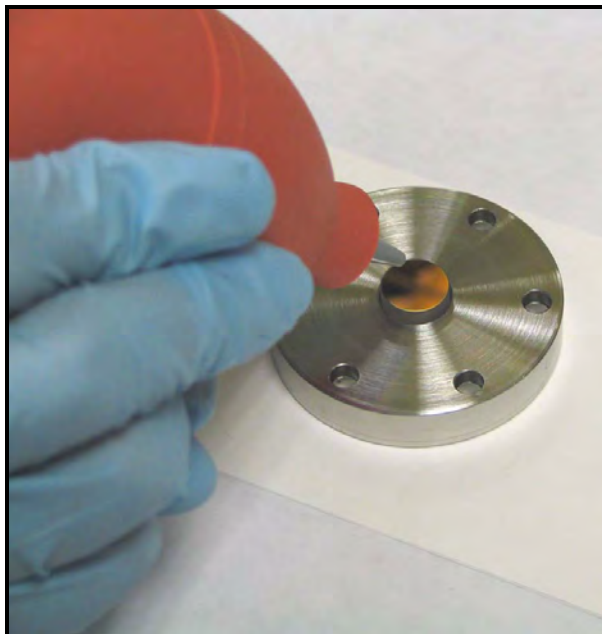

Figura 76: Pulizia dello specchio con soffio d'aria
6. Se lo specchio è contaminato, la prima operazione per pulirlo è soffiare via i particolati sulla superficie mediante la pompetta. Collocare il gruppo specchio su una superficie piana e azionare più volte la pompetta per forzare aria pulita e secca sulla superficie dello specchio (vedere la Figura 76).